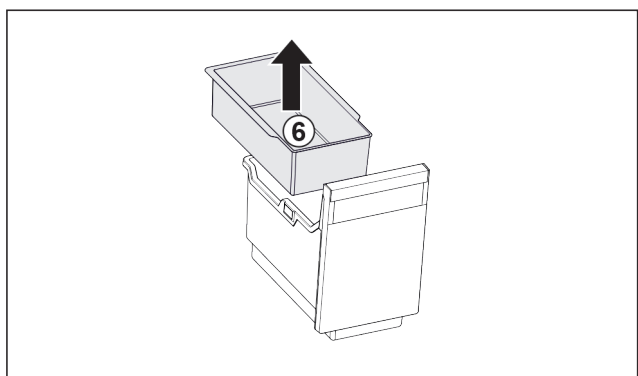

Fig. 81
- ▶ Vzemite ven Fig. 81 (6) obešalno skodelico.